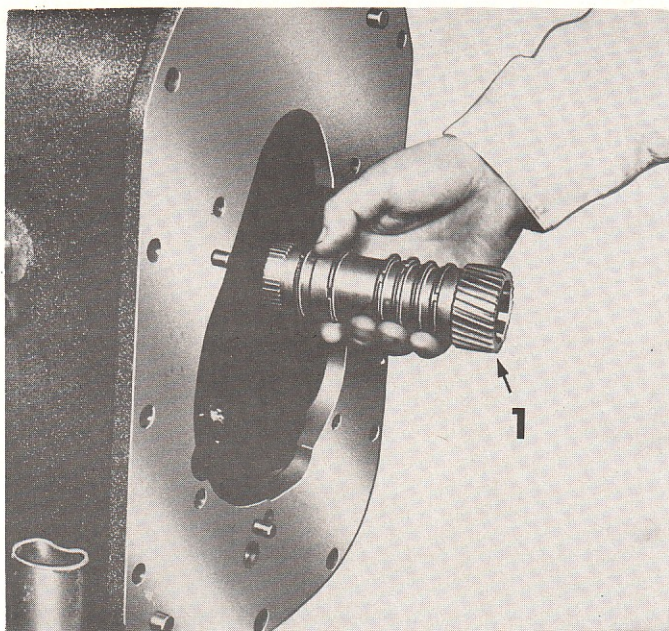

FIGURE 80 :
16. Poser les six segments sur le planétaire "C". Les centrer au moyen de vaseline. Introduire le planétaire dans le bloc central de telle façon que ses cannelures soient alignées avec celles du carter d'embrayage 1. (Figure 80). Poser la rondelle de butée sur le palier arrière de bloc central.